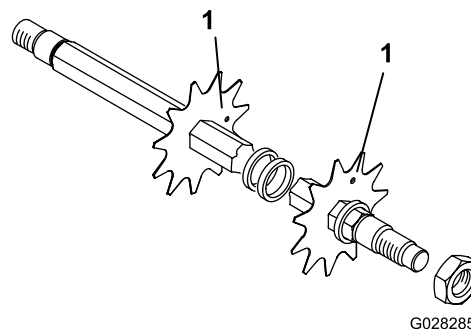

Figura 6
3. Instale la cuchilla siguiente en sentido antihorario de manera que el taladro de posicionamiento quede desplazado respecto al taladro de la primera cuchilla, en el segmento siguiente del eje hexagonal (Figura 6). Continúe instalando espaciadores y cuchillas de esta forma hasta que se haya instalado todo el juego de cuchillas.